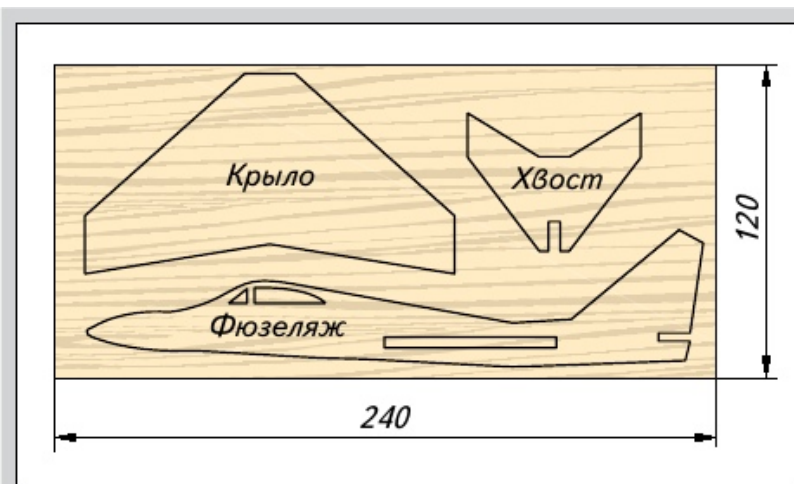

Рис. 110. Детали модели самолёта из фанеры
2. Выберите заготовку из фанеры для изделия: модель самолёта (см. рис. 110), подвеска для отрывного календаря (рис. 116), игра (рис. 117) или другого задуманного вами изделия; зачистите поверхность мелкозернистой шкуркой.